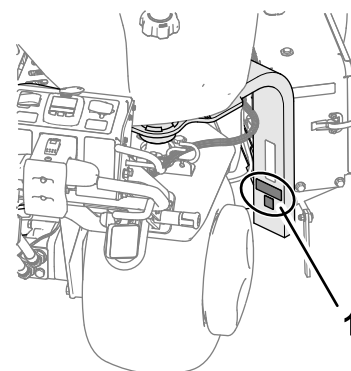

Рисунок 19
- 3. Установите наклейку CE и наклейку с указанием года выпуска на стойку вилки (Рисунок 19).
- 2. Очистите стойку вилки спиртом, как показано на Рисунок 19, и дайте поверхности высохнуть.